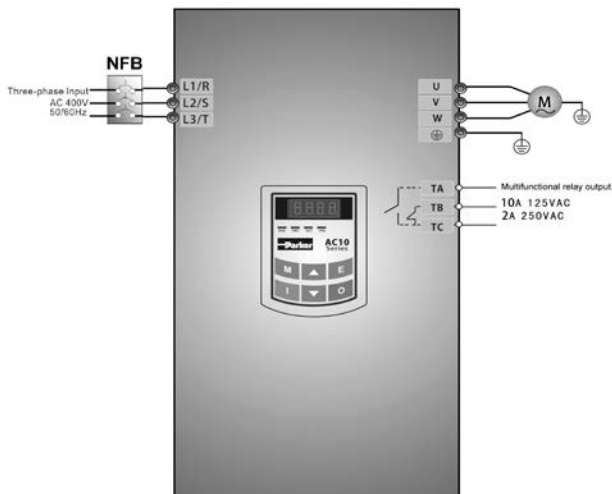

Abbildung 4-1 Verdrahtungsplan 1
- (1) Verbinden Sie die Kabel entsprechend Abbildung 4-1. Nachdem die Verkabelung erfolgreich überprüft wurde, schalten Sie den Belüftungsschalter und den Wechselrichter ein.
- (2) Drücken Sie die Taste „M“, um das Programmiermenü aufzurufen.
- (3) Messen Sie die Parameter des Motors.
- (2) Drücken Sie die Taste „M“, um das Programmierenmenü aufzurufen.
- (3) Ermitteln Sie die Parameter des Motors. Die Vorgehensweise entspricht der im Beispiel 1.
- (4) Stellen Sie die Funktionsparameter des Wechselrichters ein: